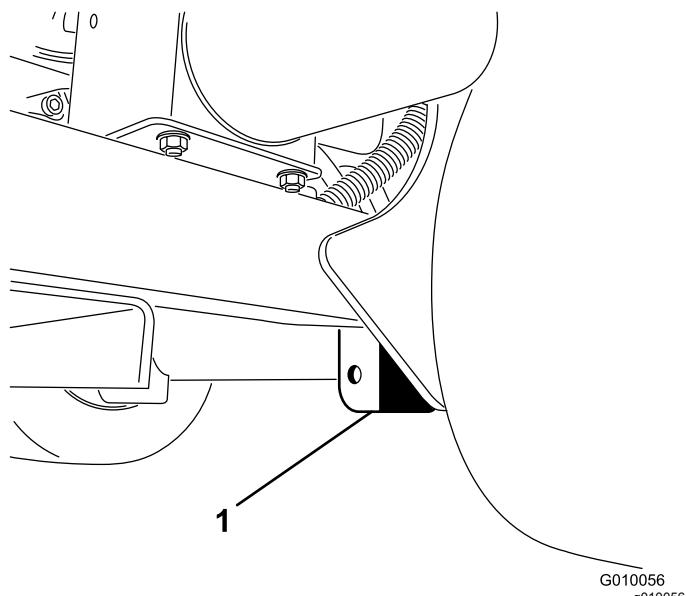

Bild 37
3. Stellen Sie den Ständer sicher unter die Rahmenplatte, sodass er sich gerade innen im Hinterrad befindet (Bild 37).